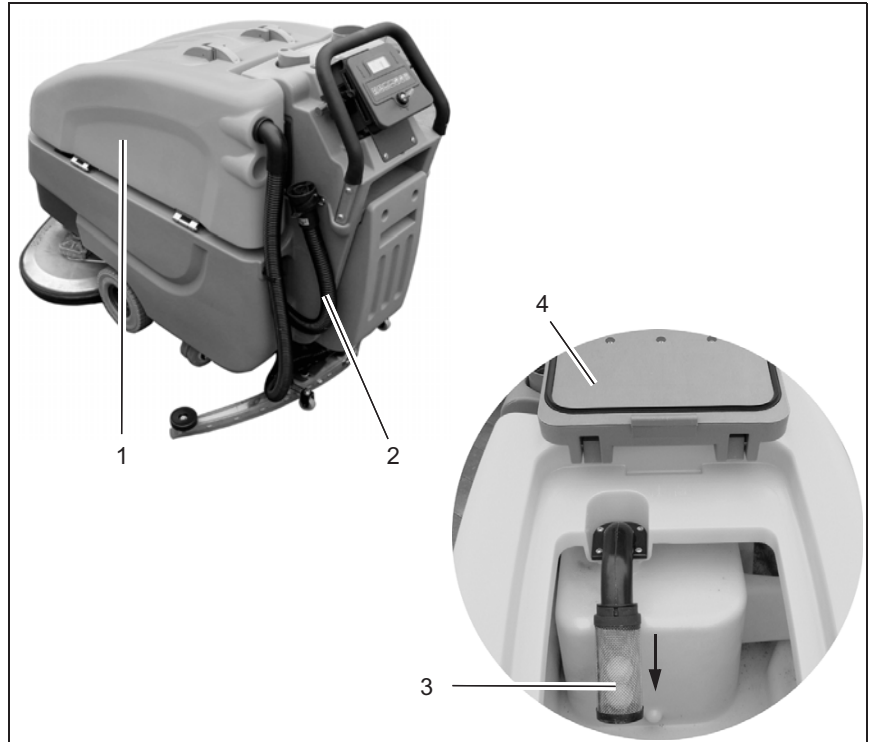

Abb.9
Den Schmutzwassertank (Abb. 9/1) täglich, bei Bedarf oder bei akustischem Signal (erhöhte Saugturbinenzahl) entleeren.
4. Ablaßschlauch (Abb. 9/2) aus der Halterung herausnehmen und den Schmutzwassertank vollständig entleeren.
Den Schmutzwassertank (Abb. 9/1) täglich oder bei Bedarf reinigen.
2. Den Tankdeckel (Abb. 9/4) am Schmutzwassertank öffnen.
3. Ablaßschlauch (Abb. 9/2) aus der Halterung herausnehmen und den Schmutzwassertank vollständig entleeren.
Die Funktion des Ansaugfilters (Abb. 9/3) täglich kontrollieren und bei Bedarf reinigen. Der Ansaugfilter läßt sich durch einen Clipverschluß demontieren.